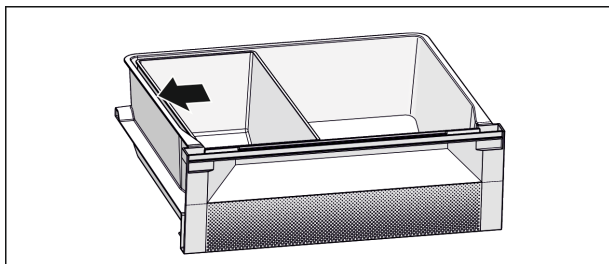

Fig. 6
- ▶ Позиціонувати ящик Fish & Seafood. Із зображеним положенням Ви отримувате оптимальну функцію охолодження (див. Fig. 6).